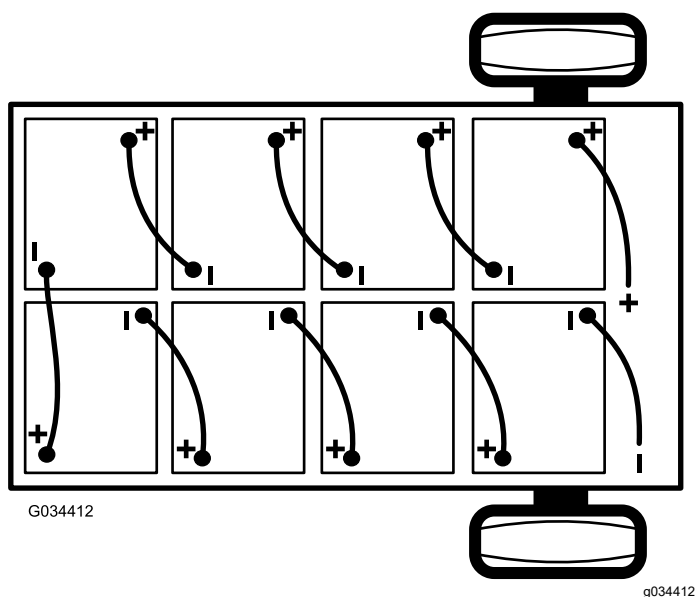

Рисунок 38
2. Отсоедините главный отрицательный кабель аккумулятора (черный), который соединяет блок аккумуляторов с точкой заземления автомобиля (Рисунок 38).
3. Отсоедините главный положительный кабель аккумулятора (красный), который соединяет блок аккумуляторов с главным контактом автомобиля (Рисунок 38).
**Примечание:** При установке аккумуляторов обращайте внимание на их полярность (Рисунок 38).
6. Соедините аккумуляторы между собой, как показано на Рисунок 38, с помощью промежуточных соединительных кабелей, снятых при выполнении пункта 1.
2. Подсоедините главный положительный кабель аккумулятора (красный) между блоком аккумуляторов и автомобилем (Рисунок 38).
3. Подсоедините главный отрицательный кабель аккумулятора (черный) между блоком аккумуляторов и автомобилем (Рисунок 38).